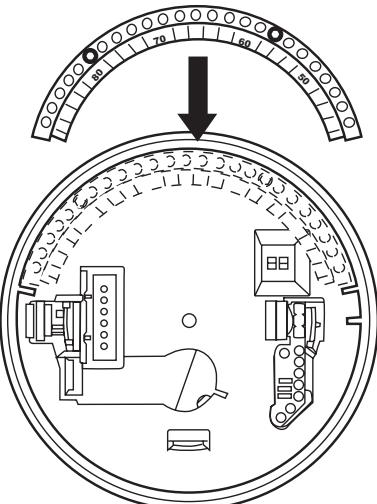

Fig. 3. Alineación del limitador de rango con el termostato.
3. En la parte trasera del termostato, alinee el limitador de rango con los agujeros de la parte trasera del termostato. Vea la Fig. 3.